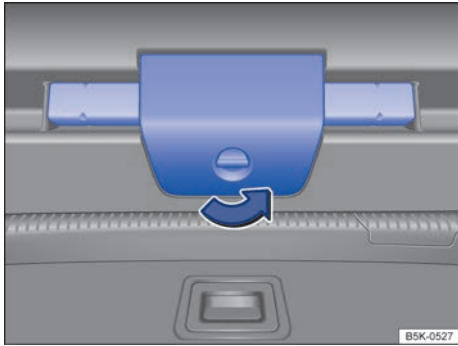

Fig. 201 En el portón trasero: apertura del soporte del triángulo de preseñalización.
- Gire el cierre del soporte del triángulo de preseñalización 90° en el sentido contrario al de las agujas del reloj ⇒ fig. 201 (flecha).